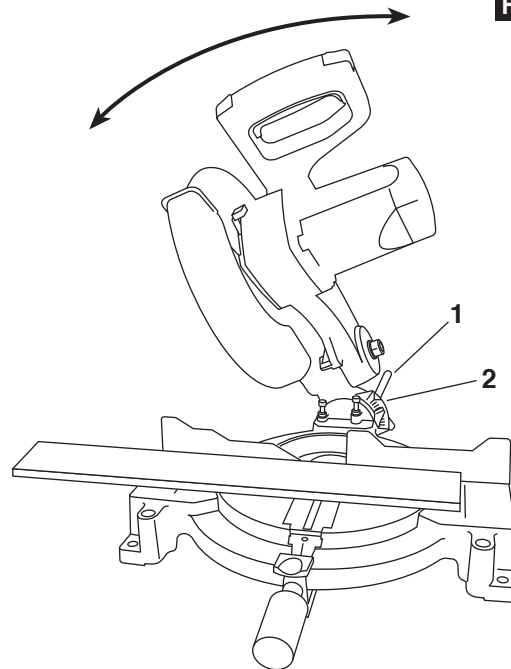

FIG. 29
1. Loosen the bevel lock knob **1** (Figure 29). Rotate the blade to the desired bevel angle using the bevel index **2**. Tighten bevel lock knob.
1. Desserrez le bouton de verrouillage de biseau **1** (Figure 29). Faites tourner la lame jusqu'à l'angle de biseau désiré en utilisant l'index de biseau **2**. Serrez ensuite à nouveau le bouton de verrouillage de biseau.